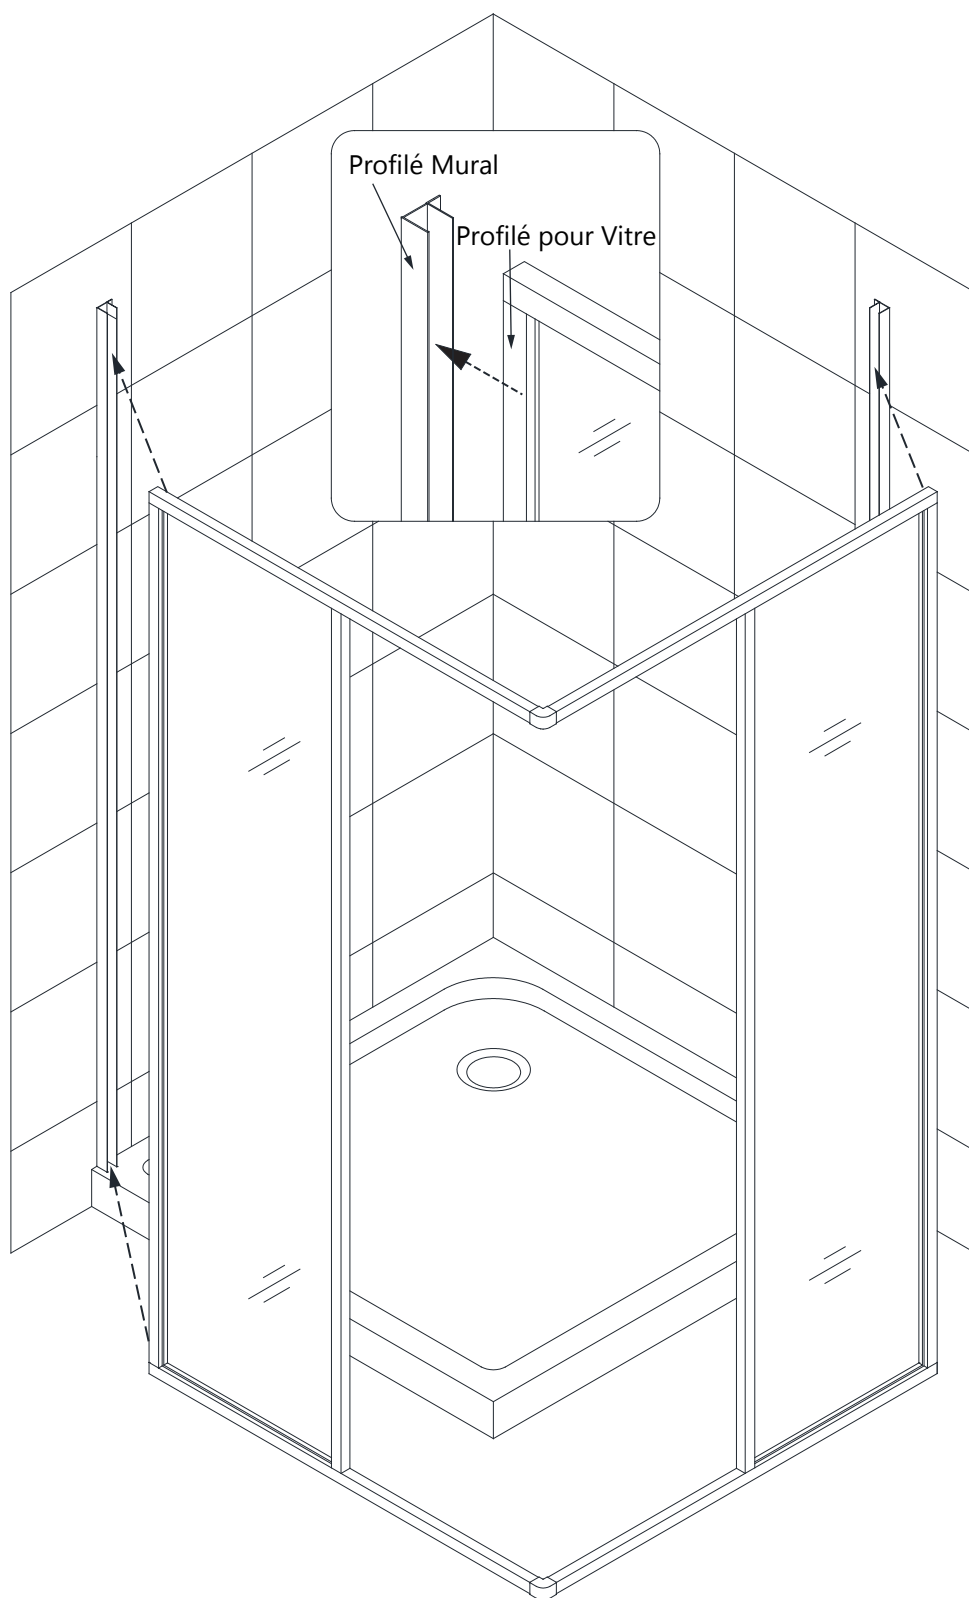

Fig 4
4. Alignez les **Panneaux Vitrés (N° 02)** sur la base de la douche et glissez les **Profils pour Vitre** dans les **Profils Muraux déjà posés (N° 01)**. (**Fig 4**)